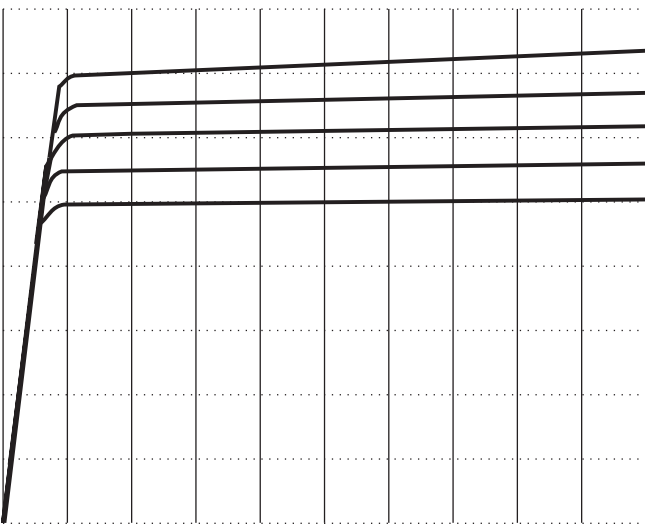

Figura 4
Para llegar al margen inferior con pasos prácticamente fluidos, se debe elegir mediante el conmutador ⑨ la función MIN y accionar el conmutador giratorio ⑩ en dirección contraria a las manecillas del reloj. Accionando el conmutador giratorio con la función MIN elegida, se desplaza la situación de la línea característica inferior hacia arriba (ver figura 4).